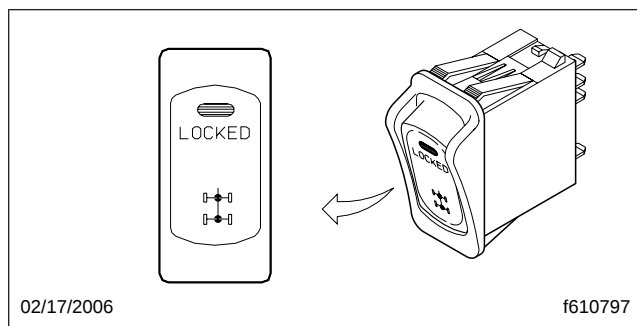

Fig. 15.2, Verrouillage de différentiel des deux essieux moteurs
- un interrupteur pour commander le verrouillage du différentiel sur un seul des essieux moteurs (cet interrupteur affichera un seul point sur un seul essieu moteur, légèrement différent de l'interrupteur illustré ci-dessus dans la **figure 15.2**).
- un interrupteur pour commander le verrouillage de différentiel des deux essieux moteurs (**figure 15.2**).